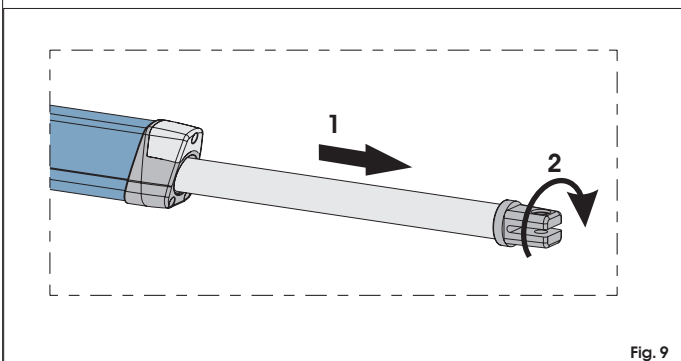

Fig. 9
- 4) Haal de steel helemaal naar buiten, tot aan de aanslag, fig. 9 ref. 1.
- 6) Draai de steel een halve/hele slag met de klok mee, fig. 9 ref. 2